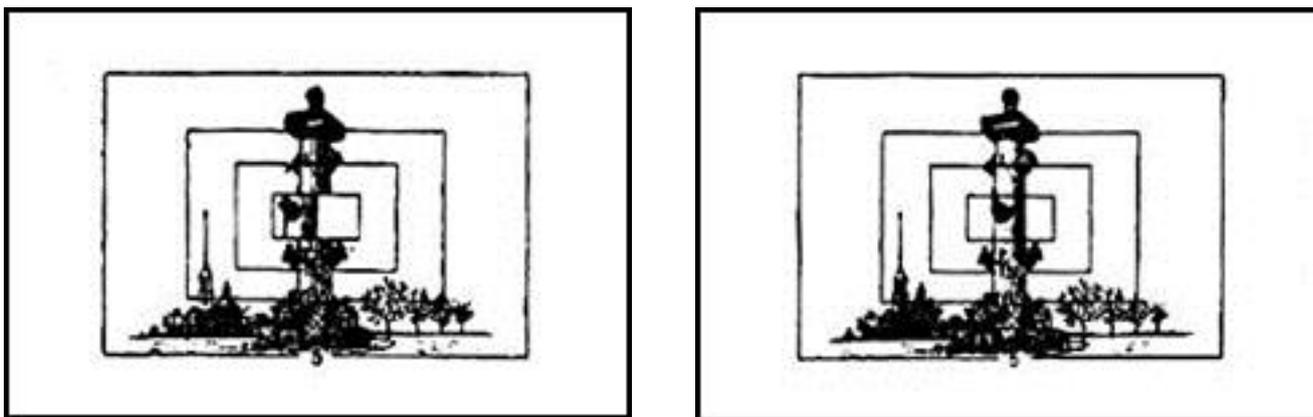

Рис. 12
5. Вращением объектива, навести его на резкость и определить границы кадра. Правильная наводка достигается точным совмещением сдвинутого изображения в центре дальномерного поля. На рис. 12 показано поле зрения визира-дальномера до и после наводки на резкость.